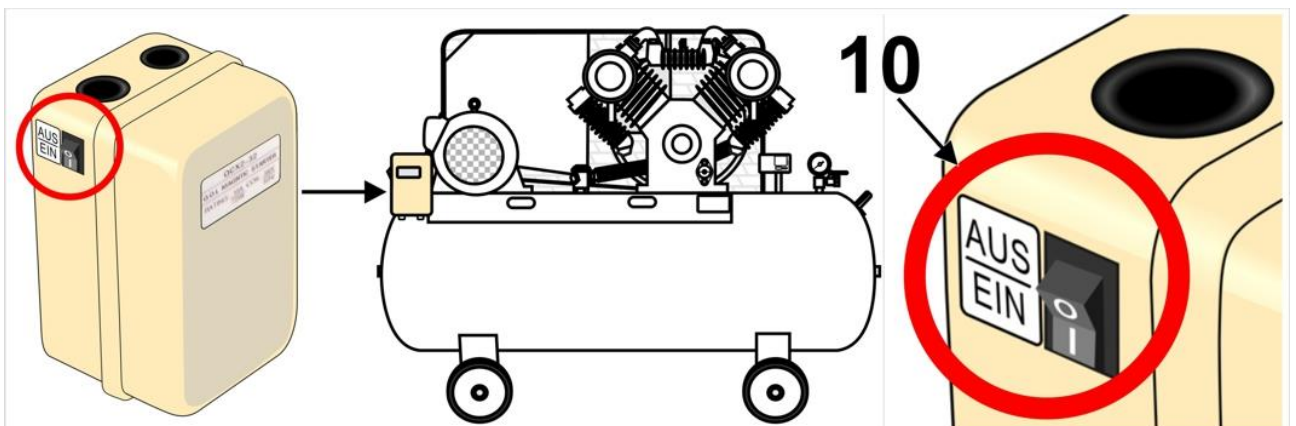

Bild 9
- Um den Kompressor ein- und auszuschalten drücken Sie den Schalter (Bild 9, Nr. 10) \*.